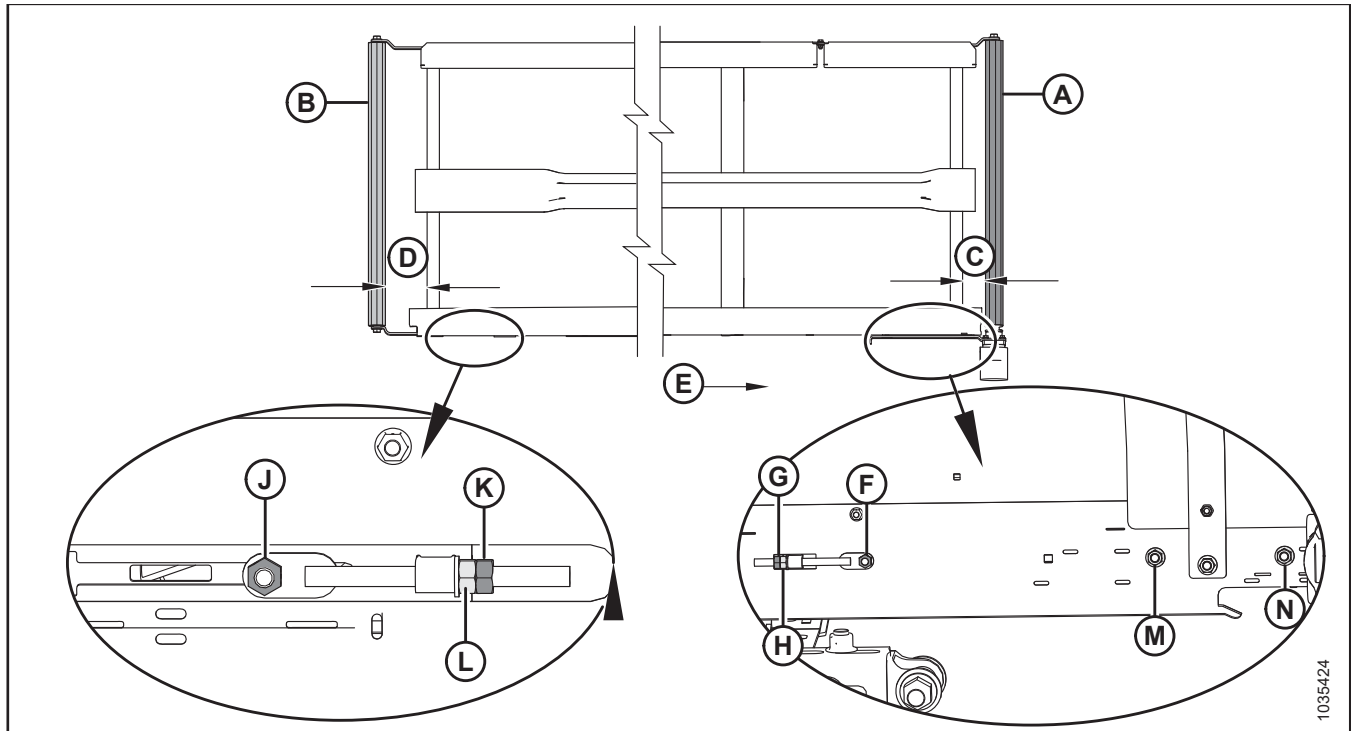

图 5.100: 输送带轨迹调整 – 左侧输送带
2. 按如下方式调整驱动辊 (A) 以更改 C (请参阅表 5.11 , 页码 279 和图 5.100 , 页码 279) :
- a. 旋松螺母 (F)、(M) 和 (N) , 以及锁紧螺母 (G)。
- b. 拧调整螺母 (H)。
- c. 拧紧螺母 (F)、(M) 和 (N) , 以及锁紧螺母 (G)。
3. 按如下方式调整惰辊 (B) 以更改 D (请参阅表 5.11 , 页码 279 和图 5.100 , 页码 279) :
- a. 旋松螺母 (J) 和锁紧螺母 (K)。
- b. 拧调整螺母 (L)。